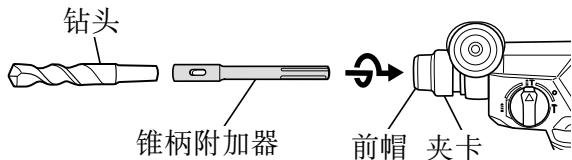

图 31
- (1) 把锥柄附加器安装在电动锤钻上。
- (2) (图 31)